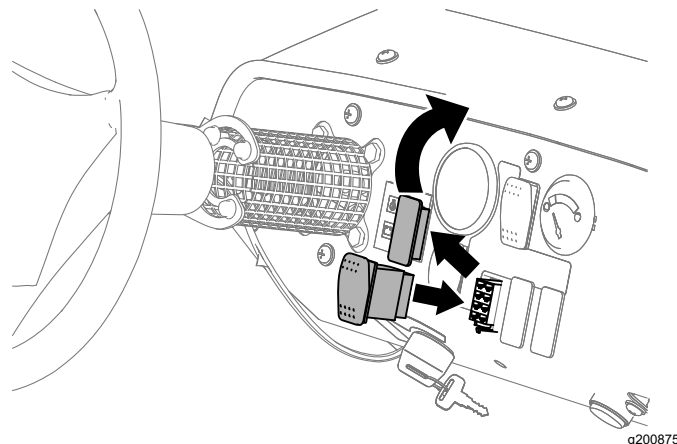

Bild 26
1. Entfernen Sie die Blende im Armaturenbrett der Maschine (**Bild 26**).
3. Befestigen Sie den Schalter im Armaturenbrett und drücken Sie auf den Schalter, bis er in der Öffnung einrastet (**Bild 26**).